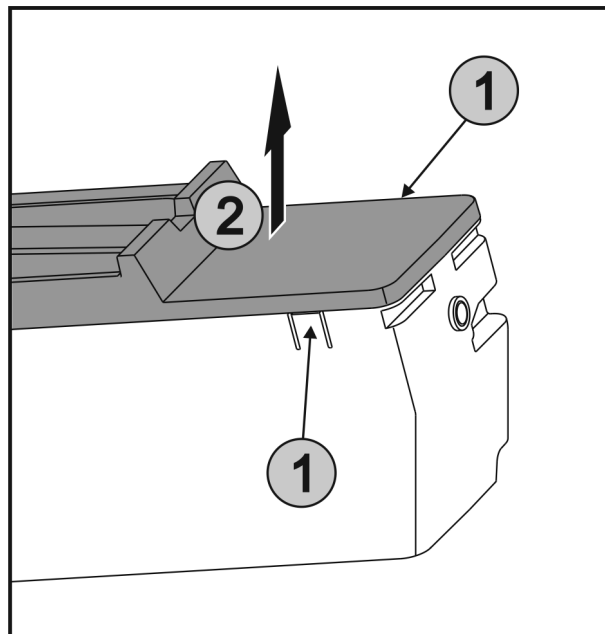

Fig. 51
- Stlačte západky Fig. 51 (1) na obou stranách EasyTwist-Ice současně a sejměte kryt Fig. 51 (2) směrem nahoru.